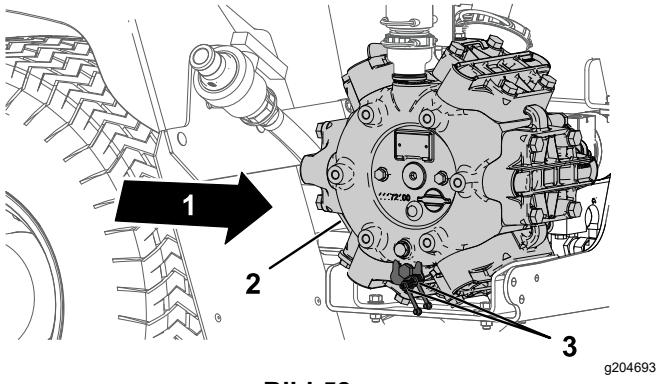

Bild 58
1. Wischen Sie die zwei Schmiernippel mit einem sauberen Lappen ab (Bild 58).
2. Pressen Sie Fett in die Schmiernippel (Bild 58).